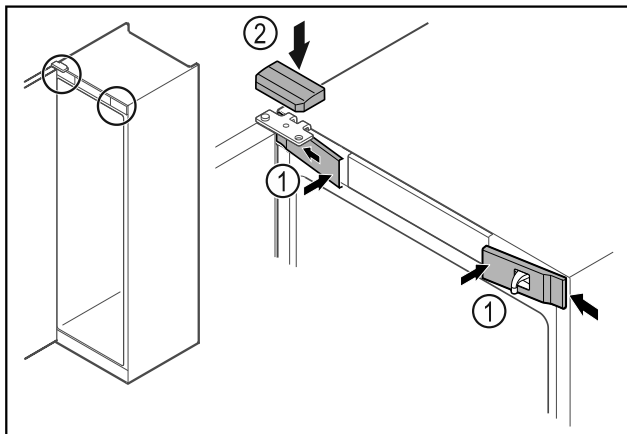

Fig. 47
- ▶ Įkabinkite priekines dengiamąsias plokšteles Fig. 47 (1) šone ir užfiksuokite.
- ▶ Užfiksuokite viršutinę dengiamąją plokštelę Fig. 47 (2) iš viršaus.